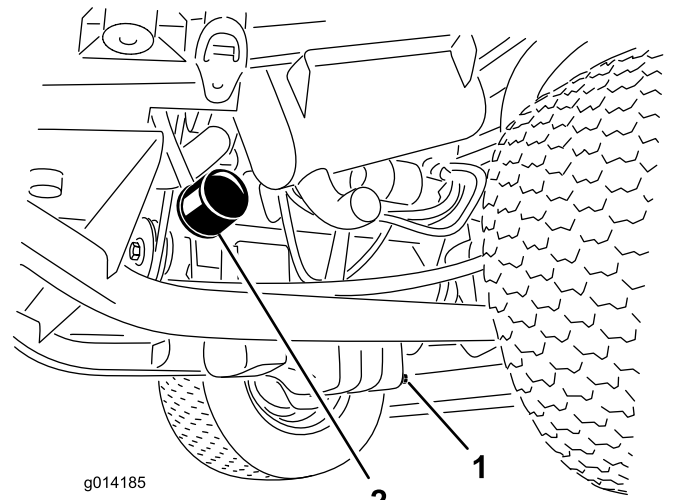

図 27
3. オイルフィルタ 図 27 を外す。
1. ドレンプラグ (図 27) を外してオイルを容器に受ける。